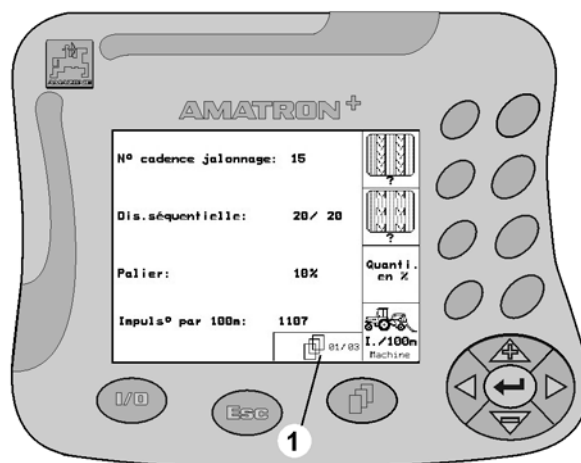

Fig. 10
-  - Consulter les autres pages du menu (possible uniquement si le symbole Défiler (Fig. 10/1) est visible à l'écran)